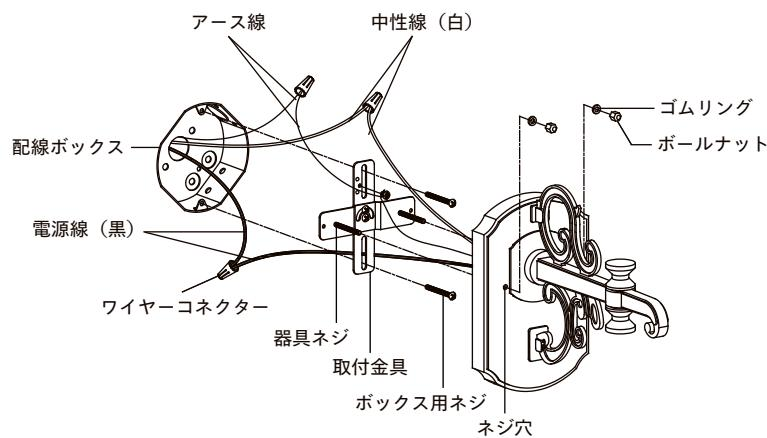

図 2
- 本体を図のように（図2参照）取付金具のネジ穴に合わせて取り付け、ボルナットおよびゴムリングでしっかりと固定します。